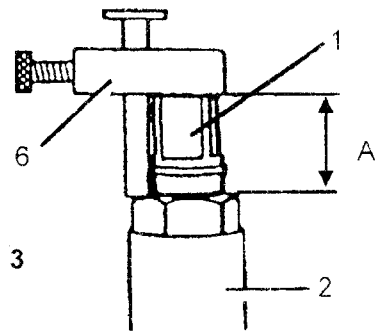

Fig. 3
Colocar a la altura de "A" el husillo superior (1) del avellanador (2) y el calibrador (6) de altura. Luego, fijar con el tornillo de la parte superior (Fig. 3).